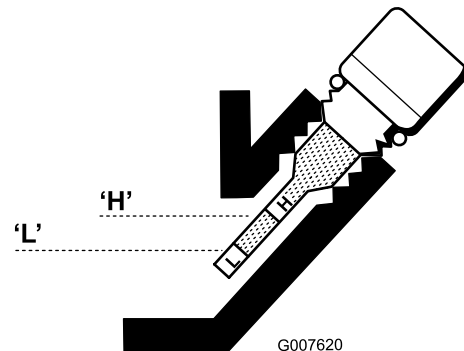

Bild 35
4. Wischen Sie den Ölpeilstab ab und setzen Sie ihn in den Einfüllstutzen ein. Drehen Sie ihn nicht in den Einfüllstutzen ein. Entfernen Sie den Peilstab und prüfen den Ölstand. Füllen Sie bei niedrigem Ölstand so viel Öl ein, dass der Stand zwischen der H- und L-Markierung an der Anzeige liegt (Bild 35). Prüfen Sie den Ölstand. Füllen Sie nicht zu viel ein.